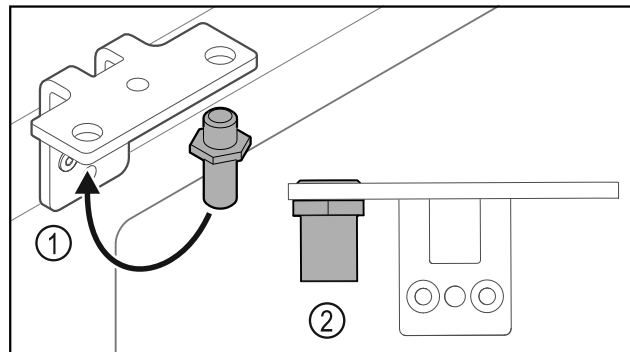

Fig. 20
- Spostare il perno Fig. 20 (1) nella cerniera angolare.
- Serrare il perno Fig. 20 (2) con una **coppia di 12 Nm**.